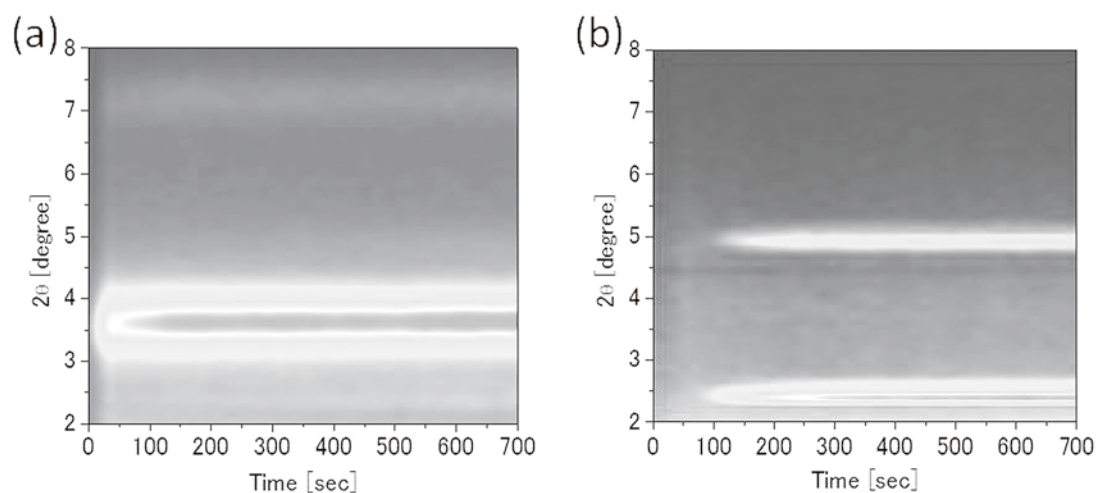
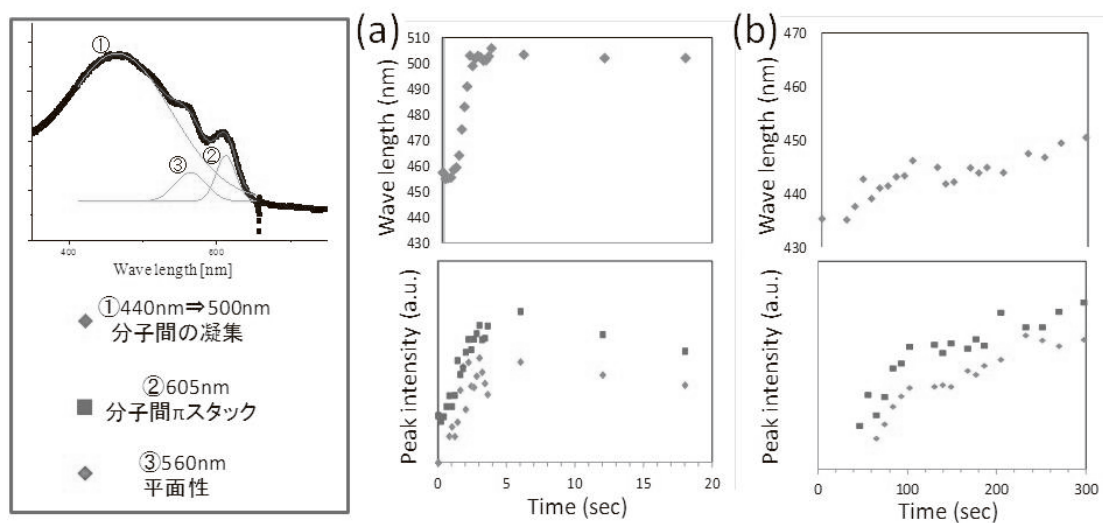

図1. GIWAXSのout of planeの時間変化の様子
図2. 可視-紫外光吸収スペクトルの時間変化の様子
図 1 は、GIWAXS の out of plane 方向の時間変化をグラフ化したものである。ここでは、乾燥雰囲気下で速乾させたもの（従来の製膜条件）と、溶媒雰囲気下で乾燥速度を遅らせたものの二種類を示す。従来の製膜条件では 150sec 程度で変化が終了するのに対して、溶媒雰囲気下では 300sec 以上かかっており、乾燥速度の制御に成功している。また乾燥速度を遅らせることで、従来の観測されていた P3HT の (100) 面にあたる $2\theta = 2.6^\circ$ のピークが消失し、PCBM に起因する $2\theta = 2.4^\circ$ 、 4.9° が発生することが分かった。これは液膜の状態を長く保つことによって PCBM の結晶化が促進される一方で、P3HT の結晶化が PCBM に阻害されていると考えられる。更に図 2 より、可視-紫外光吸収スペクトルの変化は従来の乾燥条件で 4sec 程度、乾燥速度を遅らせた条件で 100sec 程度と、結晶化が始まる前に完了している。これは結晶化が見られない時間領域において P3HT 分子の凝集や平面化が起きていることが明らかになった。